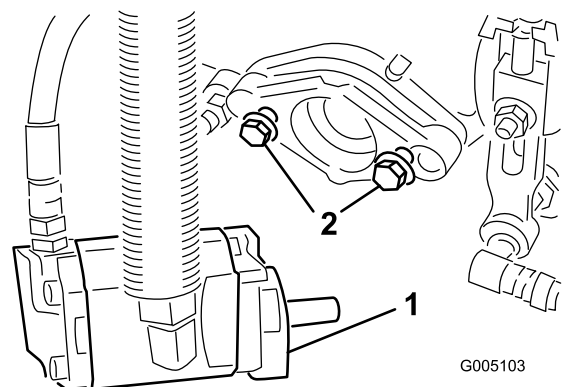

Figure 10
- Veillez à laisser dépasser environ 13 mm de filetage sur chaque boulon de fixation de moteur d'entraînement de cylindre (Figure 10).
8. **Resserrez les boulons de fixation** (Figure 10).